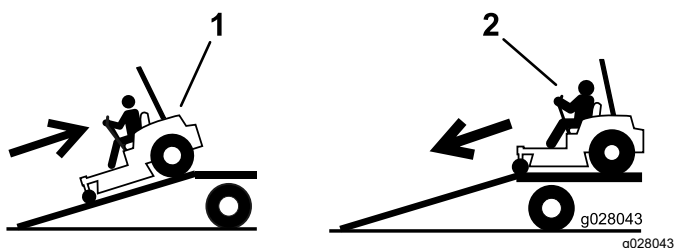

Рисунок 35
4. Перемещайте машину задним ходом при движении вверх по наклонному въезду (Рисунок 35).